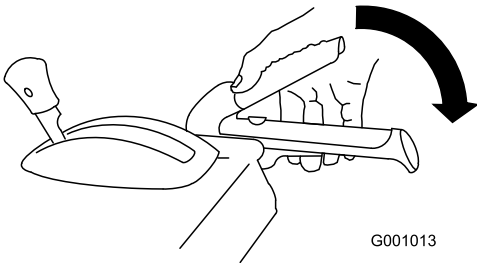

Bild 20
1. Drücken Sie zum Einkuppeln des Räumwerk- bzw. Gebläseradantriebs den rechten Hebel (Räumwerk bzw. Gebläserad) zum Handgriff (Bild 20).